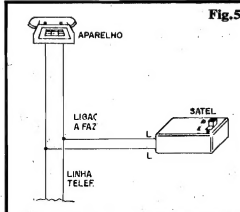

Fig. 5
- FIG. 5 - CAIXA E INSTALAÇÃO DO SATEL - O diminuto conjunto formado pela plaquinha do circuito, mais a chavinha "L-D" e os conectores de ligação final, poderá facilmente ser embutido numa caixinha padronizada de baixo custo, encontrável nas lojas de componentes... Na falta de um **contêiner** padronizado para circuitos, até uma simples saboneteira plástica (des-sas adquiridas por uma "merrequinha" em super-mercados ou casa de artigos domésticos...) servirá. A figura também traz as informações elementares para a conexão do SATEL à linha telefônica (basta ligar os pontos "L-L" (via chavinha, num dos ramaís...) aos dois cabos da dita linha... Por razões de segurança da instalação, não é com efetuar-se "cortes" ou "descascamentos" ao longo dos fios da linha telefônica... O método correto de conexão envolve abrir aquela caixinha de "plugagem" do cabo do aparelho telefônico à linha (tomadas "macho/fêmea" quadradas, com 4 pinos, normalmente...) e simplesmente parafusar os fios que vem do SATEL aos mesmos conectores já usados para a ligação da fixação do telefone/linha. Por razões práticas, o "lugar de ficar" ideal para o SATEL é, justamente, próximo ao aparelho telefônico, onde é fácil lembrar-se de ativar o circuito quando se abandona temporariamente a residência ou local... Entretanto, como sua conexão elétrica é feita à linha, e não ao aparelho telefônico propriamente, nada impede que a caixinha foque onde o usuário achar conveniente (simplesmente puxando-se um par de fios finos, no necessário comprimento, até o ponto de conexão à linha...)...